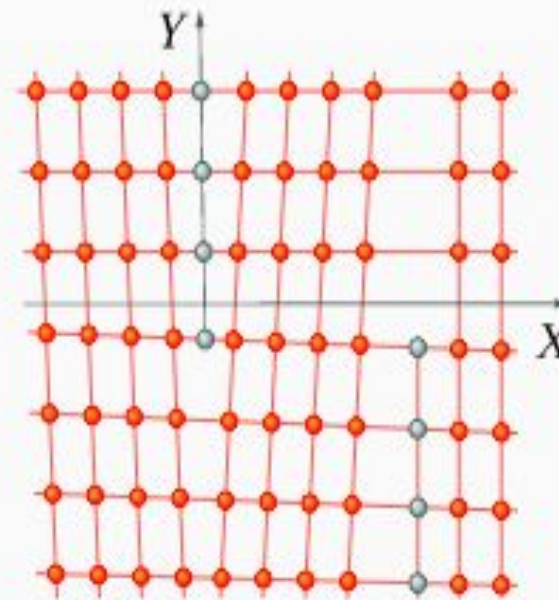

Рис. 1.13. Линейные дислокации
- Граница между сдвинутыми участками и сохранившейся без изменения областью является дислокацией (рис. 1.13).